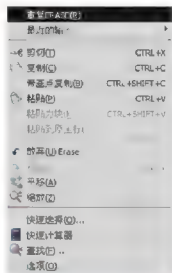

图 1.10 通过快捷菜单启动刚刚使用过的命令
(4) 启动刚刚使用过的命令的方法。
① 在绘图区内右击，通过快捷菜单来启动刚刚使用过的命令，如图 1.10 所示。